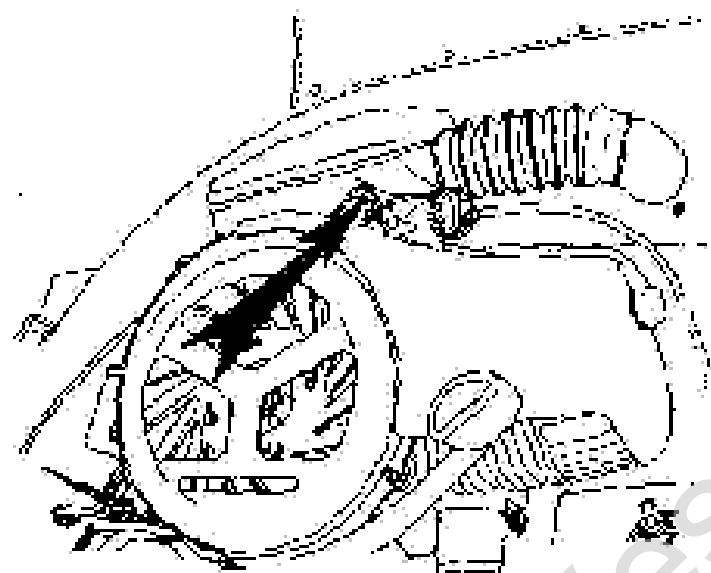

Fig. 13 - Vite fissaggio depuratore
1) - Pulire il depuratore aria. Per far ciò occorre distaccare il manicotto di gomma dal lato del gomito, fissato alla scocca e smontare il depuratore dal carburatore allentando la vite del collare (vedi fig. 13). Smontare il coprichio del depuratore svitando le tre viti di fissaggio e lavare il tutto in un bagno di benzina-olio al 30%.